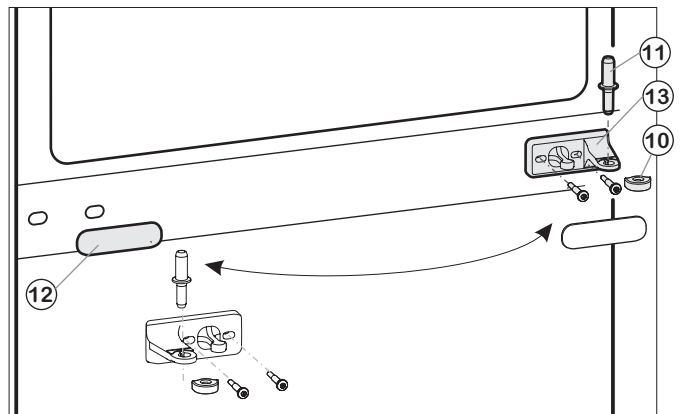
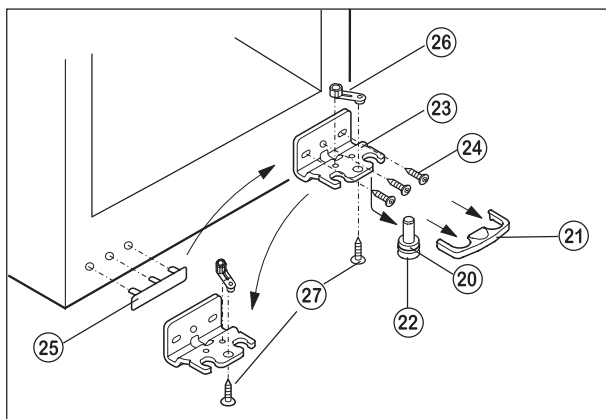

Fig. 2
Fig. 3
- Rimuovere il cappuccio in plastica in fig. 2 (10).
- Estrarre il perno cuscinetto al centro in fig. 2 (11).
- Estrarre la piastra di copertura in fig. 2 (12).
- Svitare il cuscinetto di supporto al centro in fig. 2 (13) e cambiarlo di posizione ruotandolo di 180° nuovo lato della cerniera.
- Incastrare nuovamente la piastra di copertura in fig. 2 (12) sul nuovo lato della maniglia.
- Estrarre la copertura in fig. 3 (21) tirandola in avanti verso il basso.
- Estrarre il perno cuscinetto in fig. 3 (22) verso il basso e in avanti.
Durante l'operazione fare attenzione alla boccia della cerniera in fig. 3 (20).
- Svitare il cuscinetto di supporto in fig. 3 (23) (3 x Torx 25) fig. 3 (24).
- Svitare il pezzo di supporto in fig. 3 (26) (1 x Torx 25) fig. 3 (27) e spostarlo nel foro di alloggiamento dall'altro lato, quindi riavvitare.
- Sollevare e spostare la copertura dal lato della maniglia in fig. 3 (25).
- Riavvitare il cuscinetto di supporto in fig. 3 (23) sul nuovo lato della cerniera.
- Appoggiare la porta dall'alto sui perni cuscinetto in basso in fig. 3 (22).
- Inserire il perno cuscinetto centrale in fig. 2 (11) sul nuovo lato della cerniera attraverso il cuscinetto di supporto al centro in fig. 2 (13) nella porta inferiore.
- Riappoggiare il cappuccio in plastica in fig. 2 (10) ruotandolo di 180° sul cuscinetto di supporto al centro in fig. 2 (13).
- Posizionare la porta superiore sul perno cuscinetto al centro in fig. 2 (11).
- Eventualmente registrare le porte mediante i due fori longitudinali nel cuscinetto di supporto in basso in fig. 3 (23) e nel cuscinetto di supporto al centro in fig. 2 (13) allineandole al corpo dell'apparecchio, quindi serrare le 3 viti.
- Riapplicare la copertura in fig. 3 (21).